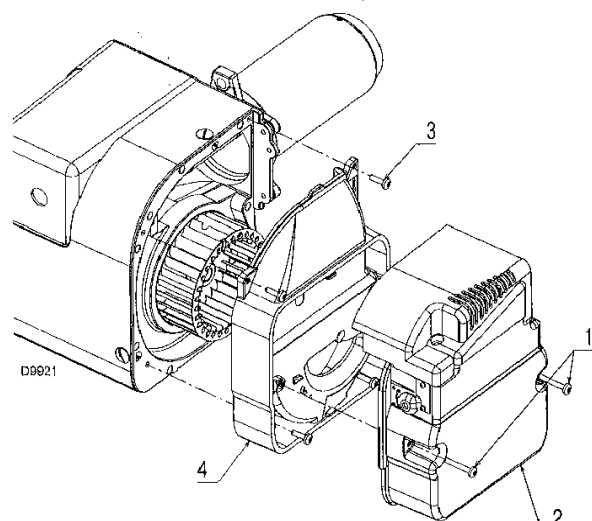

Fig. 23
- dévisser les vis 1)(Fig. 23) et retirer le volet d'air 2);